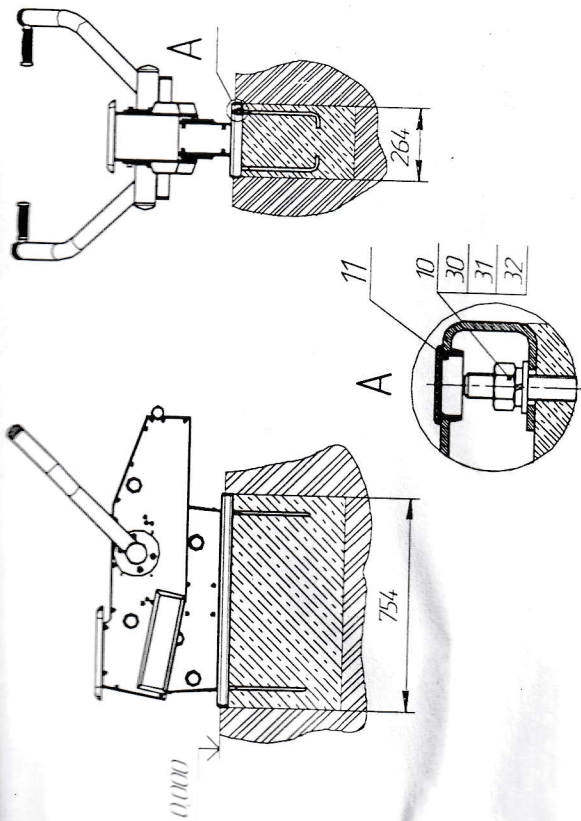

Рис.5
12.3.8 Убедиться в сухости и прочности залитого бетона. Установить тренажер на анкерные болты и закрепить с применением фиксатора резьбы, установить заглушки поз.11 (рис.5).